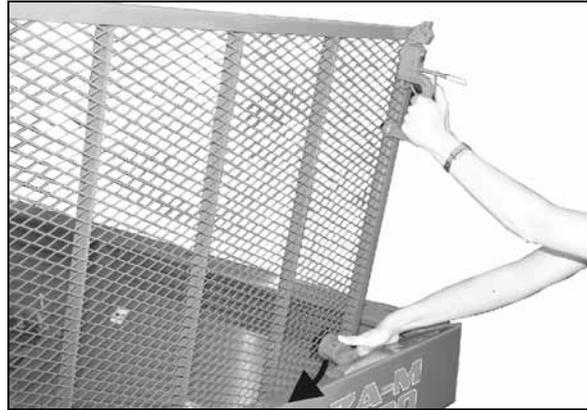

Fig. 24
- Antes de cerrar la rejilla de protección presionar el dispositivo de retención hacia abajo (Fig. 24).